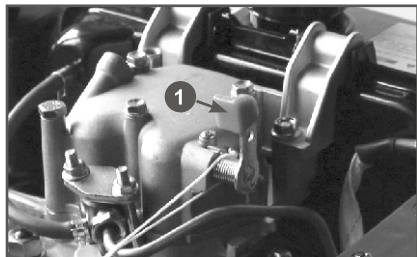

Рис. 11 Рычаг декомпрессора
- Опустите рычаг декомпрессора (Рис.11) вниз. Он автоматически вернется в исходное положение после запуска, или когда Вы снова потянете шнур стартера.